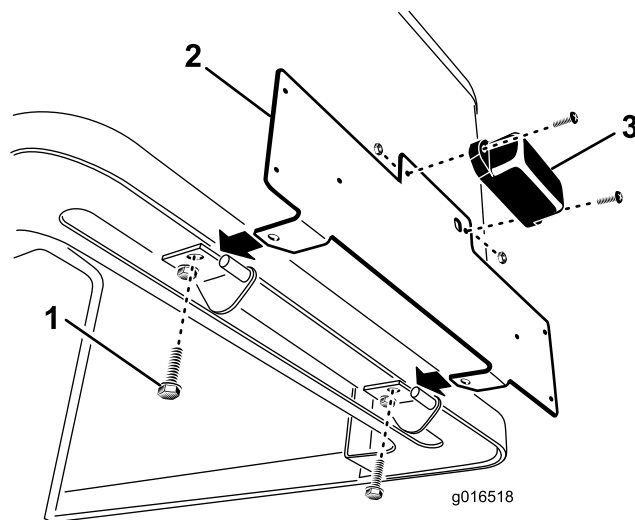

Figura 1
4. Quite las (2) chavetas que sujetan los pivotes traseros del capó a los pivotes de la carrocería y, luego, levante el capó.
5. Quite los tornillos **traseros** que sujetan los pivotes al capó (Figura 1). Quite solamente los tornillos traseros de cada pivote.
6. Monte la luz en el soporte de la matrícula con (2) tornillos del 10 de 5/8 de pulgada y las correspondientes tuercas del 10 (Figura 1). No apriete excesivamente. Asegúrese de que la óptica apunta hacia abajo y que los cables estén pasados por el orificio que hay en el soporte de la matrícula.
7. Con los (2) tornillos que quitó anteriormente, instale el soporte de la matrícula en los pivotes y en el capó (Figura 1).